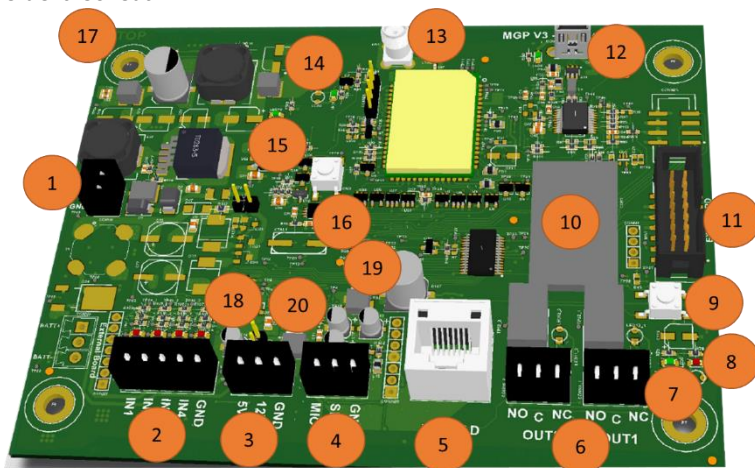
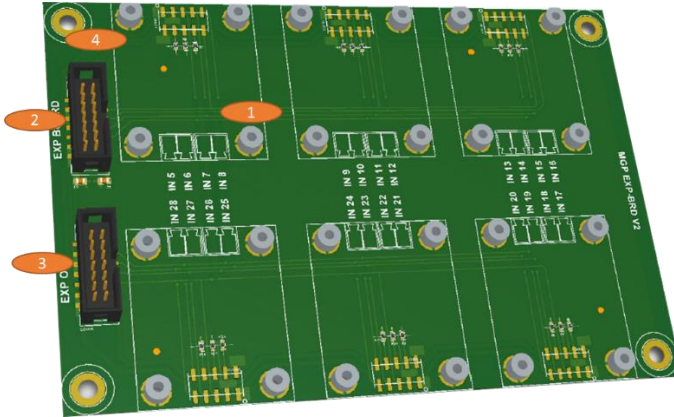
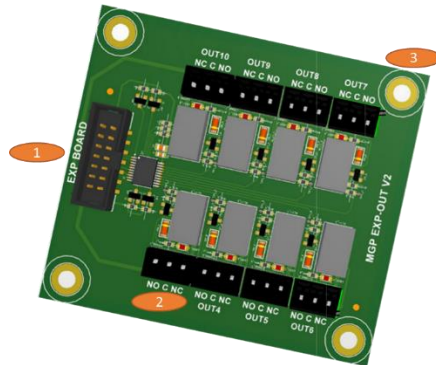

Figura 2 - Scheda principale di Drin Passepartout.
Figura 3 - Scheda EXP-BRD.
Figura 5 - scheda EXP-OUT.
La scheda principale di Drin Passepartout è riportata in Figura 2. Nel seguito è riportata la descrizione della scheda.
La scheda EXP-BRD è riportata in Figura 3. Nel seguito è riportata la descrizione della scheda.
La scheda EXP-OUT è riportata in Figura 5. Nel seguito è riportata la descrizione della scheda.
1. Connettere tutte le schede EXP-IN presenti negli appositi alloggiamenti della scheda EXP-BRD rispettando la numerazione degli input desiderata (vedi Figura 3).
2. Collegare la scheda EXP-BRD e la scheda principale tramite il cavo flat in dotazione utilizzando il connettore 11 della scheda principale (Figura 2) e il connettore 2 della scheda EXP-BRD (Figura 3).
Collegare la scheda EXP-OUT e la scheda principale tramite il cavo flat in dotazione utilizzando il connettore 11 della scheda principale (Figura 2) e il connettore 1 della scheda EXP-OUT (Figura 5).
Collegare la scheda EXP-OUT e la scheda EXP-BRD tramite il cavo flat in dotazione utilizzando il connettore 3 della scheda EXP-BRD (Figura 3) e il connettore 1 della scheda EXP-OUT (Figura 5).